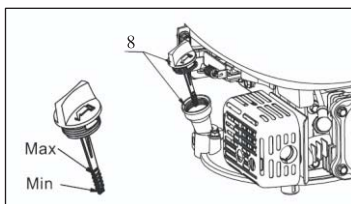

Fig. 6
5. Recoloque a tampa de depósito de óleo / vareta de medição (8). (Ver Fig. 6)